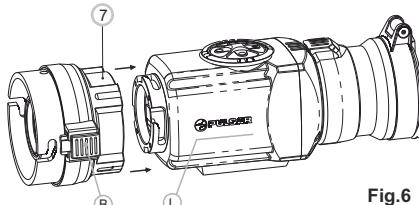

Fig.6
- Localisez l'oculaire d'attache de sorte que le verrou (**B**) soit parallèle au logo Pulsar (**L**) sur le corps de l'appareil (**Fig.6**).